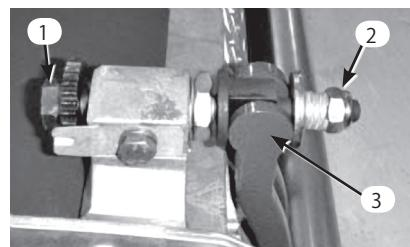

図17
1. ベッド・バー調整ネジ(図17)を左に回してベッドナイフとリールの接触をなくす。
2. スプリング・テンション・ナットをゆるめて、ワッシャがベッド・バーにまったく押し付けられていない状態にする(図17)。